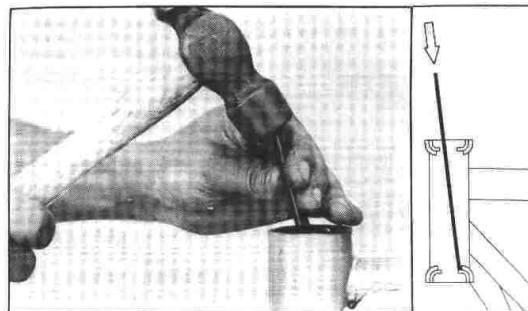

Fig. 5-8-7
15. Remove races from head pipe using drift punch and hammer as shown. Work the race out gradually by tapping lightly around its complete diameter. (Fig. 5-8-7)
15. Retirez les voies de roulement du tube de tête de direction à l'aide d'un chasse-goupille et d'un marteau comme indiqué. Travaillez la voie progressivement en frappant légèrement autour de son diamètre. (Fig. 5-8-7)